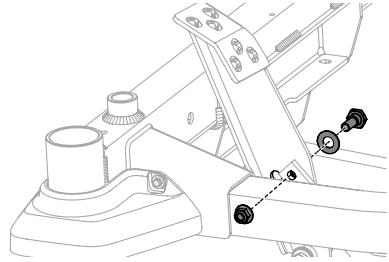

Figure 28
2. Retirez le boulon, la rondelle et l'écrou hexagonal placés près du centre de la pédale. Voir Figure 28.
4. Réinstallez la quincaillerie retirée à l'étape 2 et serrez l'écrou à un couple de 38 à 47 N m (de 28 à 35 pi-lb). Voir Figure 28.